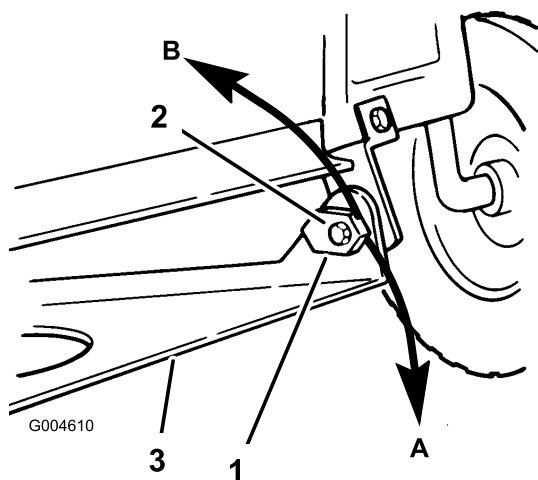

Figure 48
15. Réglez l'inclinaison avant/arrière en tournant les écrous spéciaux situés de part et d'autre du support pivot du plateau de coupe (Figure 48).
16. Tournez lentement l'écrou de réglage d'inclinaison gauche vers le bas pour élever l'avant du plateau de coupe et vers le haut pour abaisser l'avant du plateau de coupe (Figure 48). Tournez l'écrou de réglage jusqu'à ce que l'avant du plateau soit de 6 à 16 mm plus bas que l'arrière.